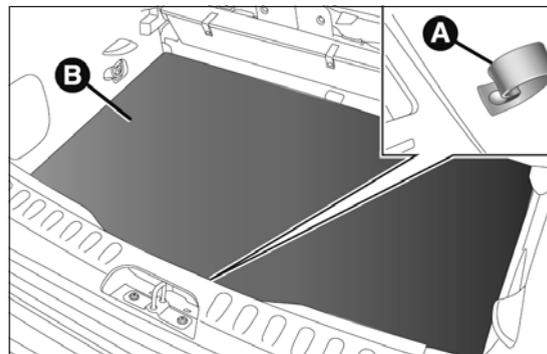

fig. 97
- tirer la languette A fig. 97 et soulever vers le haut le tapis de revêtement B.